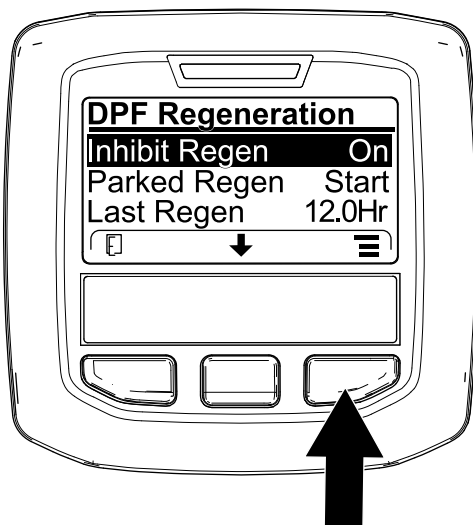
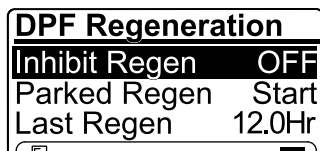

Figura 50
Figura 51
1. Accedete al menu DPF Regeneration, premete il pulsante centrale per scorrere il menu verso il basso fino all'opzione INHIBIT REGEN, quindi premete il pulsante destro per selezionare la voce Inhibit Regen (Figura 50).
2. Premete il pulsante destro per modificare l'impostazione dell'inibizione della rigenerazione da accensione a spegnimento (Figura 50) o da spegnimento ad accensione (Figura 51).